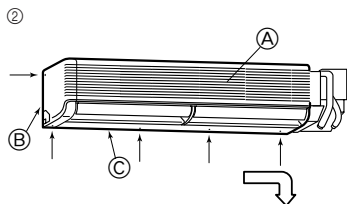

Fig. 3-8
② Αφαιρέστε τις πέντε βίδες που είναι μαρκαρισμένες με βέλη στο διάγραμμα. (Fig. 3-8)
③ Βγάλτε το αριστερό πλευρικό πλαίσιο, μετά βγάλτε το κάτω πλαίσιο.